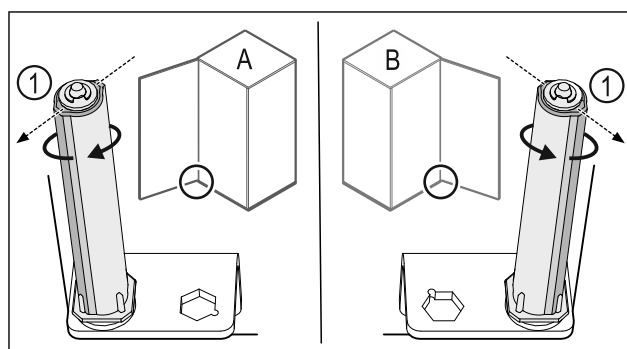

Fig. 35 Lewy ogranicznik (A) / prawy ogranicznik (B)
- ▶ Przekręcić system blokujący w kierunku przeciwnym do oporu, aż pręt systemu blokującego Fig. 35 (1) będzie skierowany na zewnątrz.